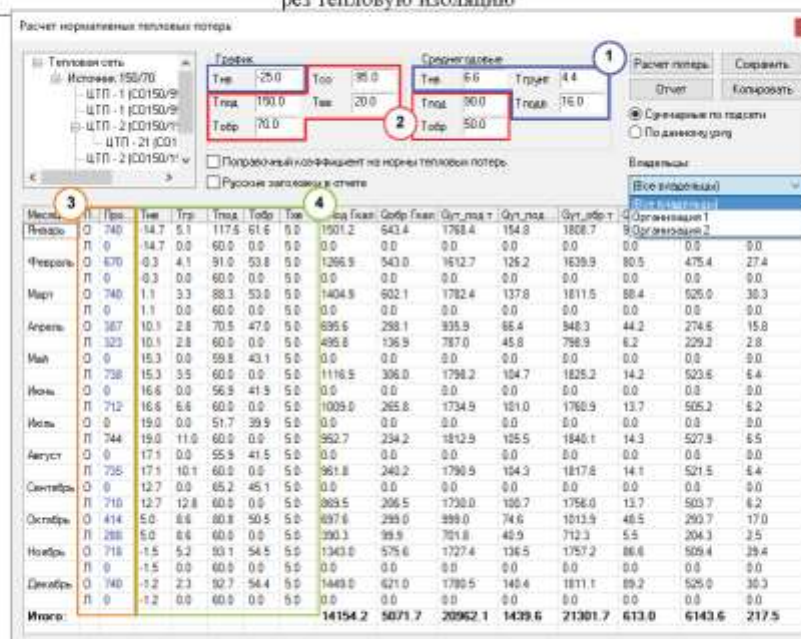

Рисунок 14.4. Исходные данные в окне модуля расчета тепловых потерь
3. Продолжительность отопительного и неотапительного (летнего) периода в течение каждого месяца, в часах. Заносятся непосредственно окне модуля расчета тепловых потерь, (Рисунок 14.4. «Исходные данные в окне модуля расчета тепловых потерь») (3). Значение продолжительности периода может быть подсвечено черным, синим и красным цветом. Расчет будет производиться независимо от того, какого цвета представлено количество часов.
4. Среднемесячные температуры, заносятся непосредственно в окне модуля расчета тепловых потерь. (Рисунок 14.4, «Исходные данные в окне модуля расчета тепловых потерь»)(4). При необходимости параметры могут быть скопированы от одного источника или ЦТП сразу всем объектам, отдельно источникам, ЦТП по контуру отопления или ГВС.